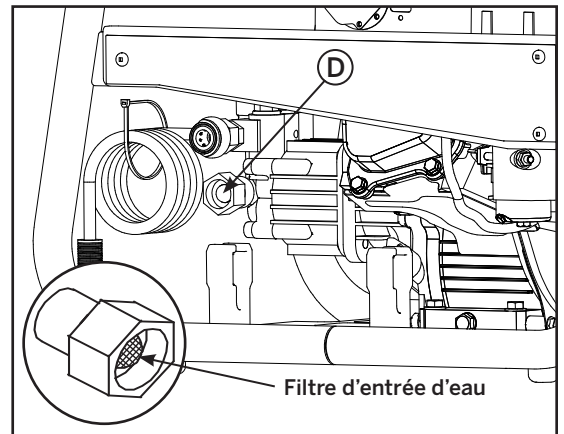

Figure 2
4. Vérifier la présence et l'état du joint d'étanchéité d'entrée d'eau (D sur la figure 2).
5. Vérifier le filtre d'entrée d'eau (D sur la figure 2). Enlever et nettoyer si nécessaire.